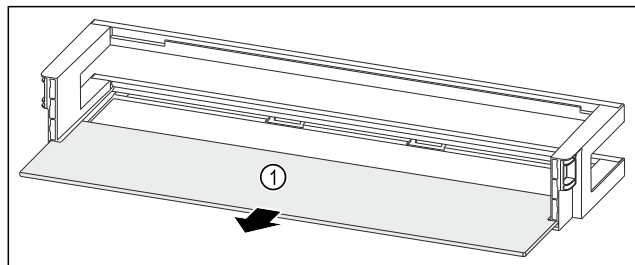

Fig. 247 Ajtópolc tárolólappal
- ▶ Vegye ki a tárolólapot Fig. 247 (1).